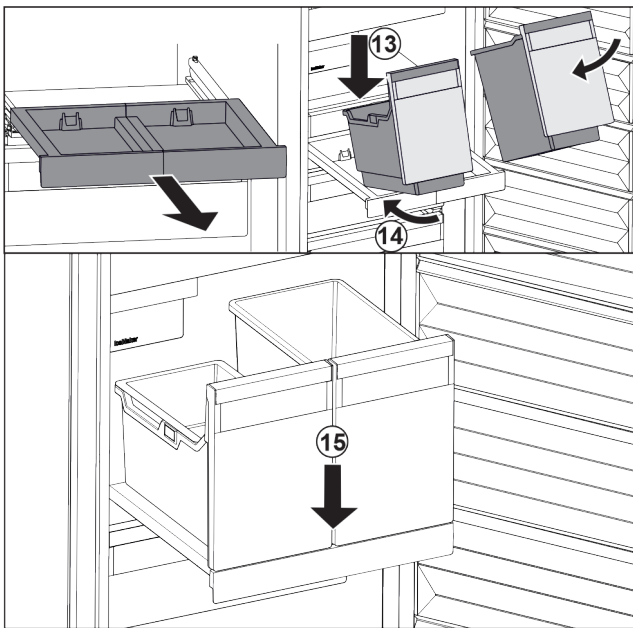

Fig. 24
- ▶ Placer les bacs sur le compartiment coulissant en les inclinant. Fig. 24 (13)
- ▶ Pousser les bacs jusqu'au fond en les inclinant. Fig. 24 (14)
- ▶ Déposer les bacs par l'avant. Fig. 24 (15)